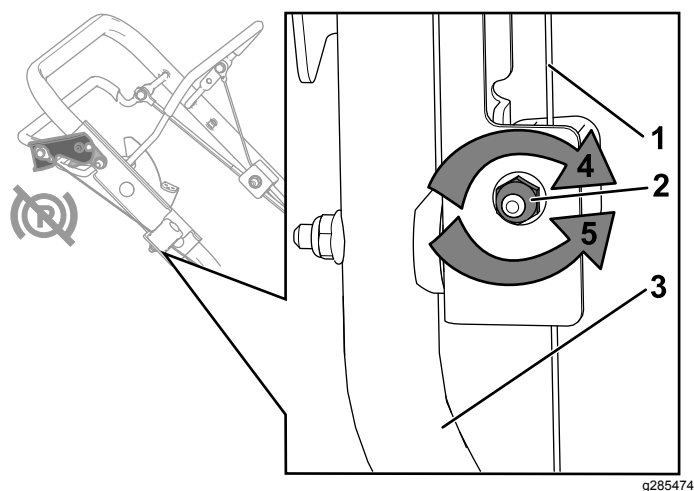

Figura 51
2. Girate il dado di regolazione in senso antiorario per allentare la regolazione del cavo (Figura 51).
- Regolate la tensione del cavo (Figura 51) tirando o spingendo la guaina del cavo e mantenendo la posizione raggiunta.